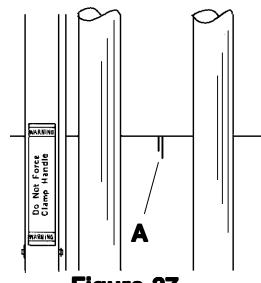

Figure 27
5. If the machine is square, the two cuts at the top of the board, (one made from the front and one from the back) will be in alignment. If not, (**A**) **Figure 27**, the **SQUARING EDGE BARS** must be repositioned. If the second cut at the top is to the left of the cut made from the front, the **LEFT SQUARING EDGE BAR** must be lowered. Conversely, if the second top cut is to the right of the first, the **LEFT SQUARING EDGE BAR** must be raised. In either case, the amount of squaring adjustment required is half the distance between the two top cuts.
5. Wenn die Maschine korrekt ausgerichtet ist, werden die beiden Schnitte auf der oberen Kante des Materials (einer wurde von der vorderen, der andere von der hinteren Seite des Materials gemacht) genau miteinander übereinstimmen. Wenn nicht, (**A**) **Abbildung 27**, müssen die **Winkelleisten** neu eingestellt werden. Wenn der zweite Schnitt an der oberen Kante links von dem ersten Schnitt ist, muß die **linke Winkelleiste** niedriger gesetzt werden. Wenn der zweite Schnitt an der oberen Kante rechts von dem ersten Schnitt ist, muß die **linke Winkelleiste** angehoben werden. In jeden Fall ist die Länge der vorzunehmenden Einstellung der **Winkelleisten** jeweils die Hälfte der Entfernung zwischen den beiden oberen Schnitten.
5. Si la machine est d'équerre, les deux coupes sur la partie supérieure du panneau (une faite de l'avant et une faite de l'arrière) s'aligneront. Si ce n'est pas le cas, (**A**) **Figure 27**, les **BARRES DE BORD D'ÉQUARRISAGE** doivent être repositionnées. Si la deuxième coupe sur la partie supérieure est à la gauche de la coupe faite de l'avant, la **BARRE DE BORD D'ÉQUARRISAGE GAUCHE** doit être abaissée. A l'inverse, si la deuxième coupe est à la droite de la première, la **BARRE DE BORD D'ÉQUARRISAGE GAUCHE** doit être relevée. Dans les deux cas, la quantité d'ajustement requis est la moitié de la distance entre les deux coupes supérieures.